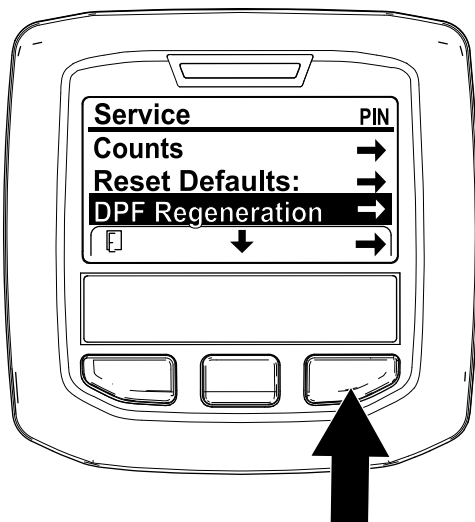

Bild 40
1. Navigieren Sie auf das Menü „Service“ und drücken Sie die mittlere Taste, um auf die Option DPF REGENERATION zu navigieren (Bild 40).
2. Drücken Sie die rechte Taste, um den Eintrag „DPF Regeneration“ auszuwählen (Bild 40).